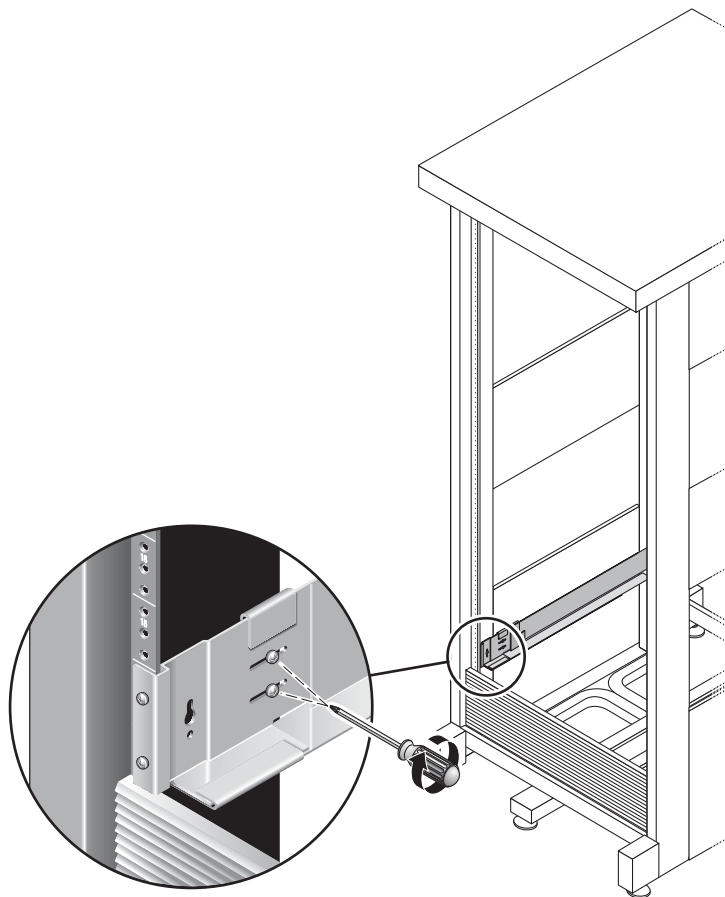

図 2-12 位置合わせ用ねじの固定
8. プラスのねじ回し (Phillips の 2 番) を使用して、各レールの背面側にある位置合わせ用ねじ 4 本 (左右 2 本ずつ) を、しっかりと締めます (図 2-12)。